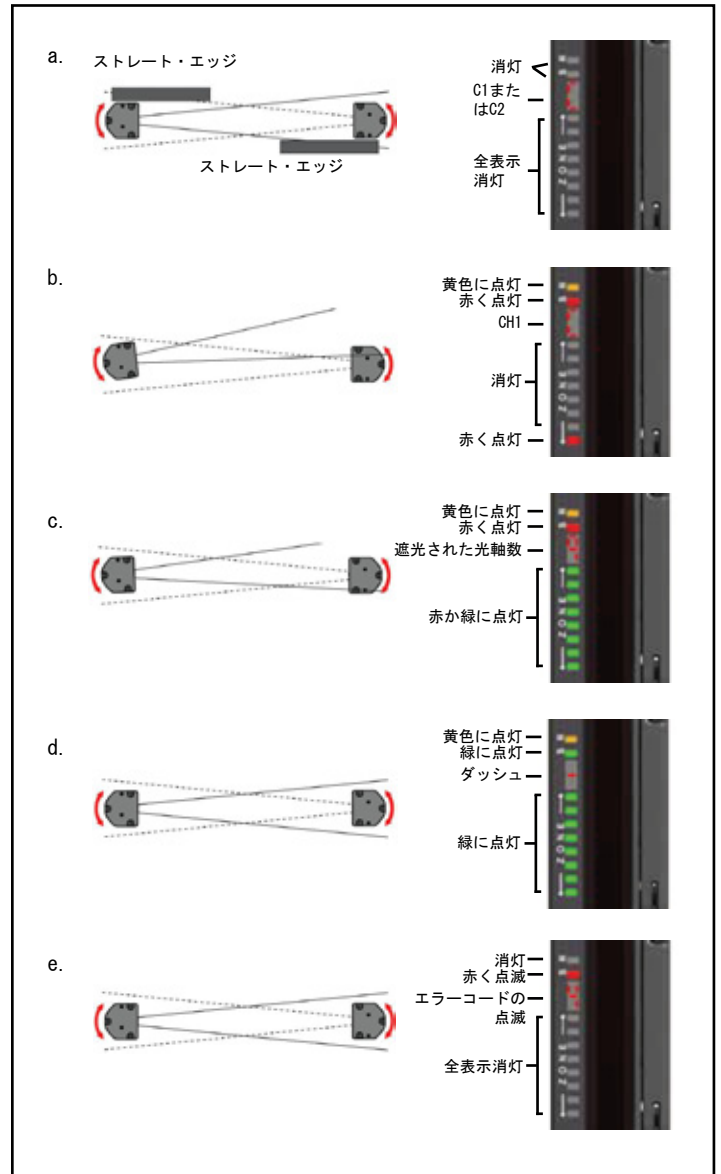

Fig. 3-14 最適な光学的アライメント
- a. 投受光器が互いに真正面に向き合っていることを確認してください。直定規（レベルなど）を使うと、センサが向いている方向を確認できます（Fig. 3-14を参照）。センサの前面は、光軸に対して垂直にする必要があります。
- d. アライメントを最適化して、エクセスゲインを最大化するために、センサ取り付けねじを若干ゆるめて、1つのセンサを左右に回転します。ステータス表示が赤く点灯する（遮光状態）各アークの位置にしるしをつけます。もう一方のセンサも繰り返します（Fig. 3-14を参照）。各センサをそれら2つの位置の間の中心に置き、取り付け用ねじを締めます。ねじを締めるとき位置が動かないようにご注意ください。